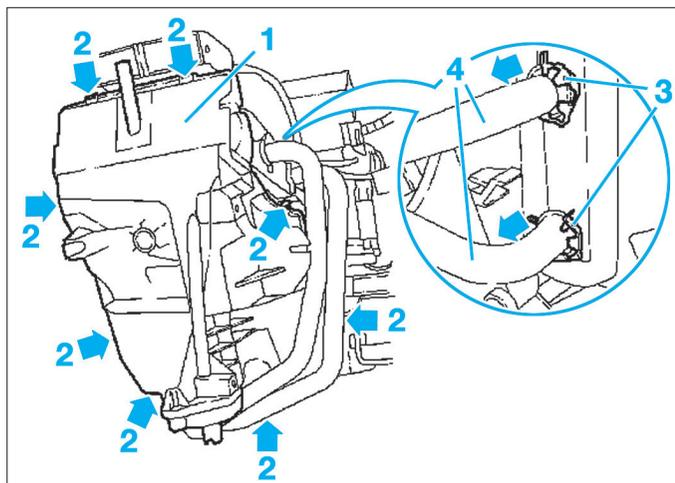

FIG. 9
- le couvercle inférieur (1) du bloc de chauffage en déclinant les 8 agrafes (2) (Fig.9),
- les agrafes (3) des canalisations (4) de chauffage et retirer les canalisations,